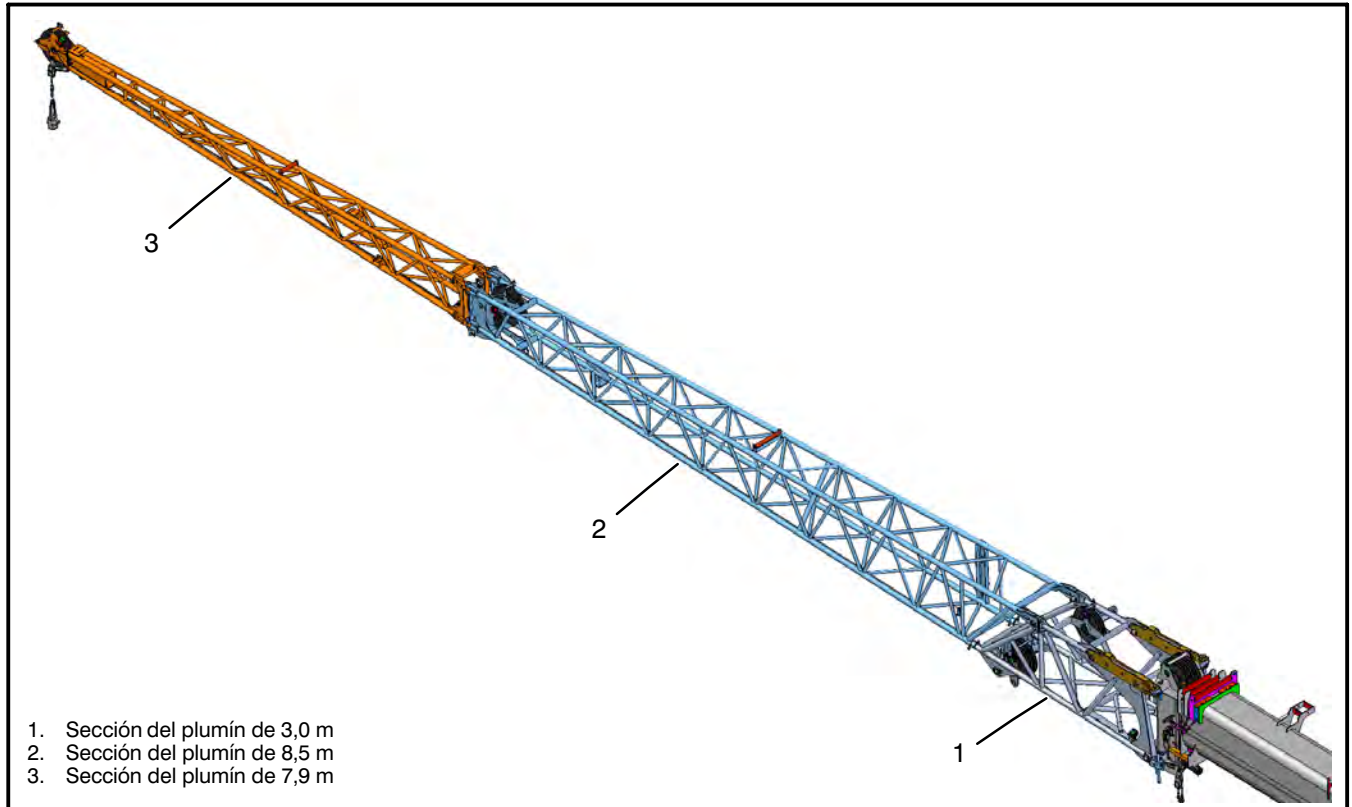

Figura 4–104
23. Extraiga dos pasadores de pivote de conexión del plumín del lado derecho de la pluma. Consulte la Figura 4–103. Guarde los pasadores y soportes en la ubicación de almacenamiento ubicada en la parte trasera del lado derecho de la sección del plumín.
La grúa puede estar equipada con un plumín de celosía angulable de dos o tres partes de 3,0-8,5-19,5 m. El plumín de celosía angulable, como se muestra en Figura 4–104, se conecta a la cabeza de la pluma principal. Puede montarse en una de cuatro posiciones de compensación: 2°, 15°, 30°, o 45°. El plumín extiende la longitud de la pluma para alturas más elevadas. Una vez instalado, el plumín de celosía angulable puede guardarse en el lado derecho de la sección base de la pluma.